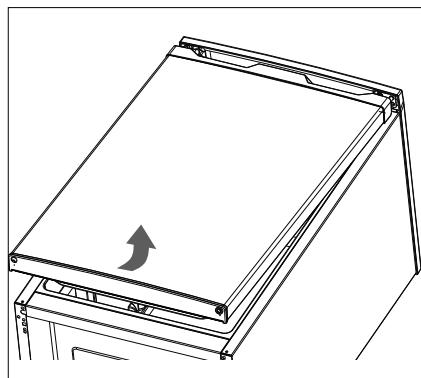

Fig. 4
- ▶ Løft fryseskabsdøren (4) let og træk fryseskabsdøren ud af den øverste hængselstab (fig. 4).
- ▶ Stil fryseskabsdøren (4) til side sikret mod væltning, på et blødt underlag for at undgå ridser.